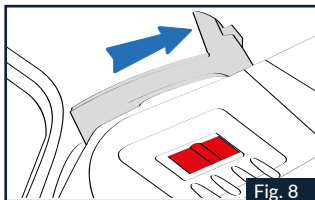

Fig. 8
2.1 Das Kinnenteil des Helms schließen (falls offen) und überprüfen, ob sich die seitliche Mechanik in der vollständig geöffneten Position befindet (Abb. 8).